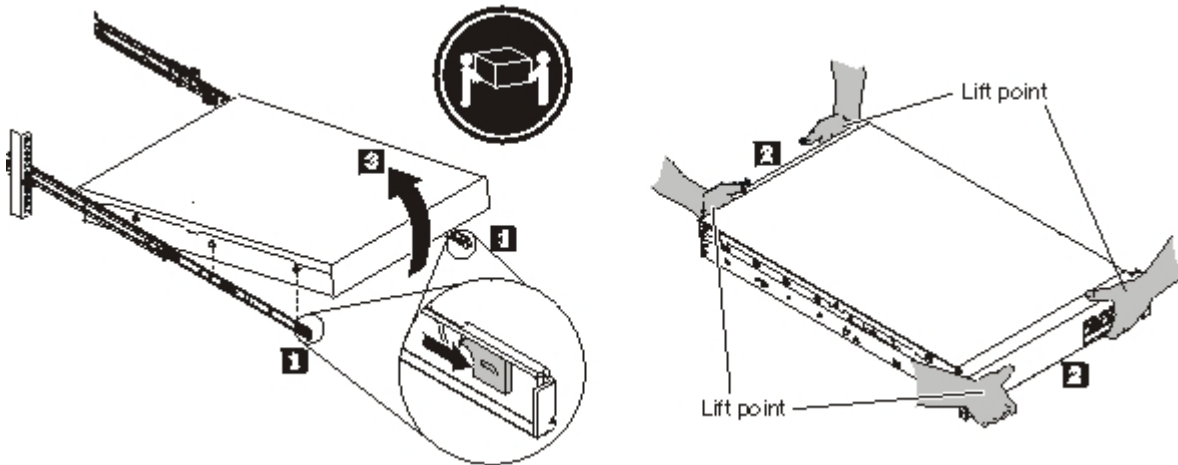

Figura 29. Destravando e girando a parte frontal do dispositivo
Nota: Use duas pessoas para levantar o dispositivo, com as mãos posicionadas como ilustrado pelo número **2** na Figura 29 na página 69.
1. Destrave e gire a parte frontal do dispositivo, conforme mostrado na Figura 29.